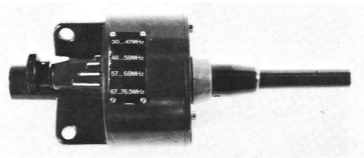

Fig 25: Antennentrafo mit Bereichschalter
Die Antenne ist für den Frequenzbereich 30 - 76 MHz gebaut. Damit über das ganze Band eine genügende Anpassung erzielt wird, ist im Speisepunkt der Antenne ein Transformator (Fig 25) angeordnet, der entsprechend der Frequenz 4-stufig umschaltbar ist. Die zu den Schalterstellungen gehörenden Bereiche sind auf einem Schildchen verzeichnet. Rippen verschiedener Länge auf dem Schalterkörper lassen auch bei Dunkelheit eine sichere Erkennung der Einstellung zu.
- Bereichschalter auf gewünschten Frequenzbereich einstellen (Fig 25)